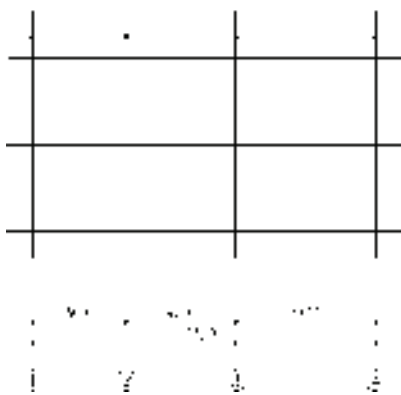

图 2-87 调整轴号的位置
5) 重复上述操作，继续调整轴号的位置，结果如图 2-87 所示。